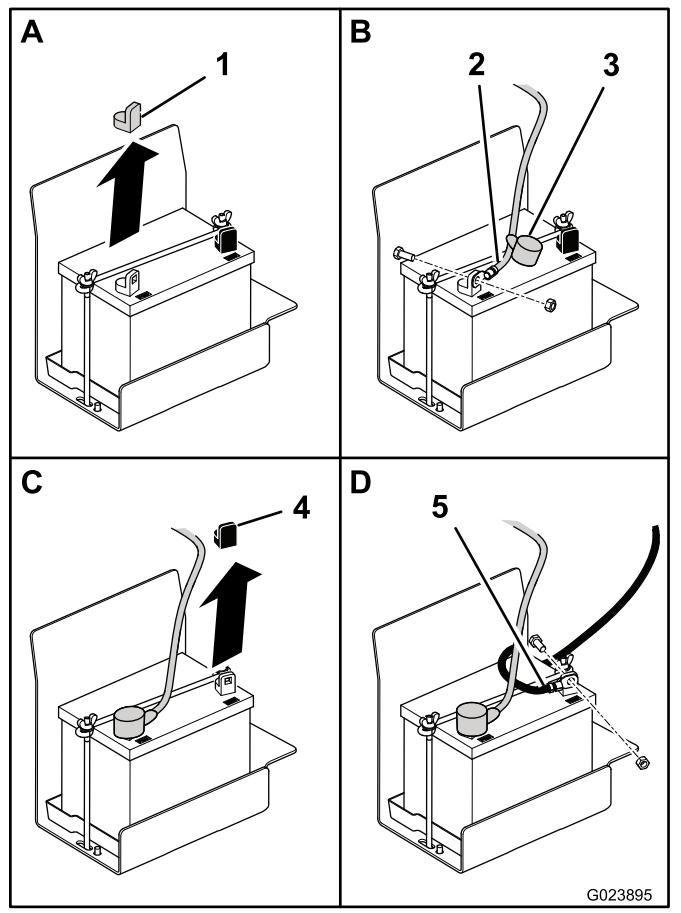

Figura 5
- Retire a cobertura de plástico vermelha do terminal positivo da bateria (Figura 5).